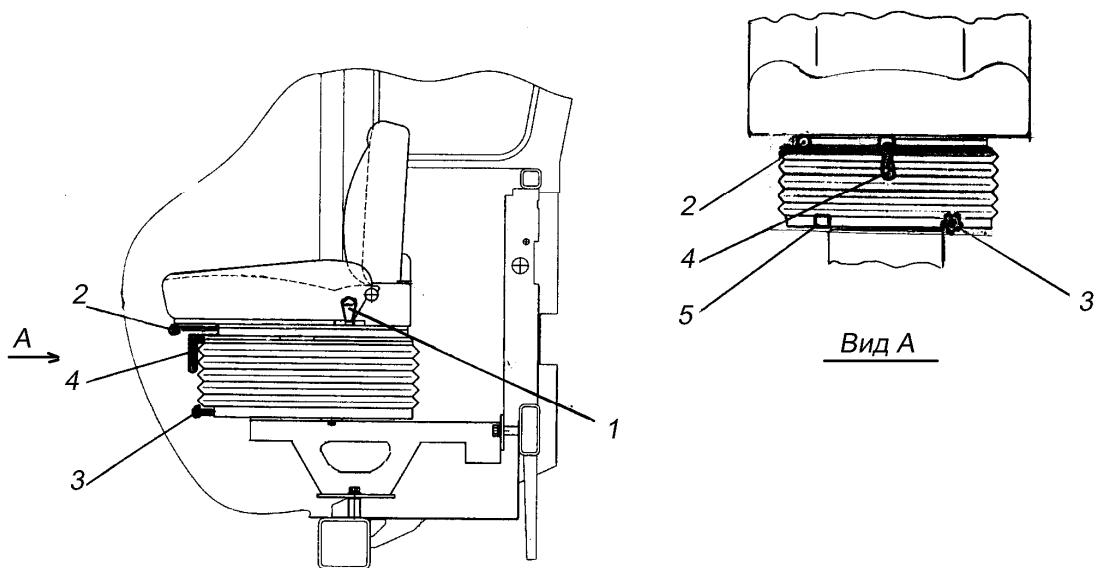

Рис. 54 Сиденье водителя
**Сиденье водителя** (рис. 54) - регулируемое: по высоте, по углу наклона спинки в продольном направлении и в зависимости от массы водителя.